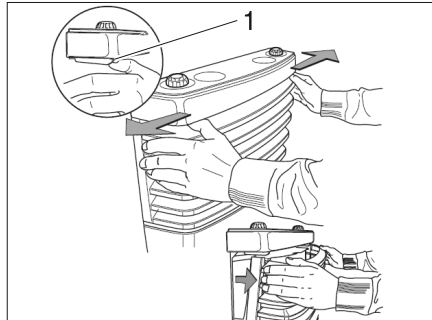

Bild 106 Heizungverkleidung abnehmen
- Heizungverkleidung abnehmen. Dazu die Verschlussfedern (Bild 106,1) seitlich nach außen drücken, Verkleidung nach vorn schwenken und aus den unteren Lagern heben.